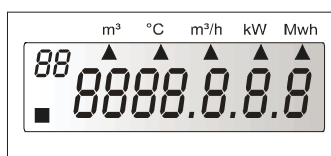

Fig. 7.1 – Displaytest
Ett funktionstest av samtliga displaysegment finns i sekvens 12 (88), se Fig. 7.1.